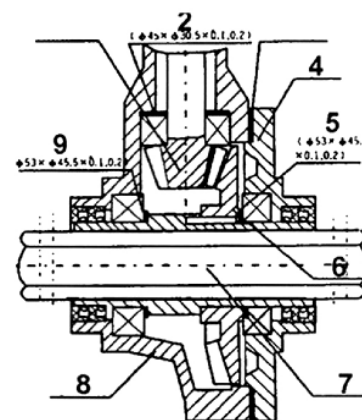

Рис. 2
4. Крышка корпуса редуктора (на рис.2)
6. Коническая шестерня шестиугольного вала колесной полуоси (на рис.2)